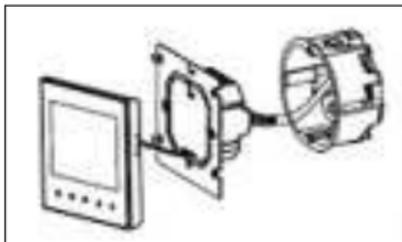

Рис. 5
6.3.1. Отсоедините переднюю панель от монтажной пластины с клеммной колодкой – для этого слегка оттяните и сдвиньте вниз тыльную часть устройства, тогда крючки металлической монтажной пластины выйдут из пазов передней панели термостата и устройство можно будет разъединить на две части, предоставив доступ к крепежным отверстиям монтажной пластины (*рис. 5*).